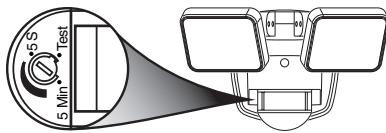

Figure 5
2. Placez le commutateur de commande en position TEST (voir la Figure 5). *Remarque :* Lorsque le commutateur de commande est en position TEST, le luminaire fonctionne de jour comme de nuit. L'éclairage demeure allumé pendant 8 secondes après que le mouvement s'est arrêté.